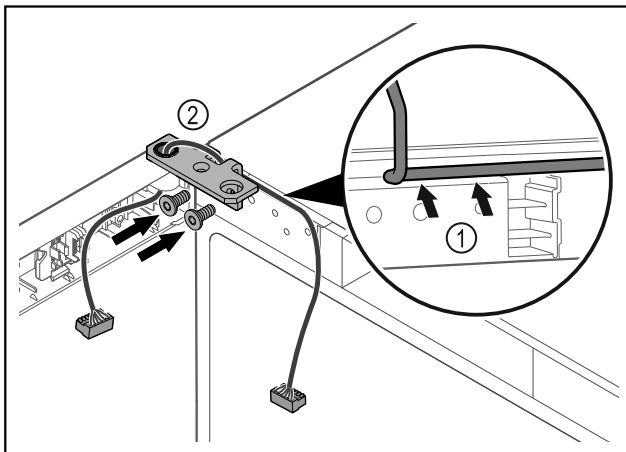

Fig. 42
- Kaloni kabllon përmes së prerës në profilin e menteshës dhe shtrijeni me kujdes Fig. 42 (1).
- Mbërtheni vidat e profilin të menteshës Fig. 42 (2).